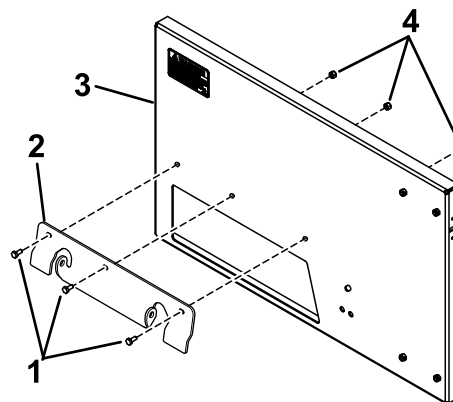

Figura 2
2. Instale o suporte de montagem na placa traseira utilizando três parafusos (1/4 pol. x 5/8 pol.) e três porcas de bloqueio (1/4 pol.) Figura 2.